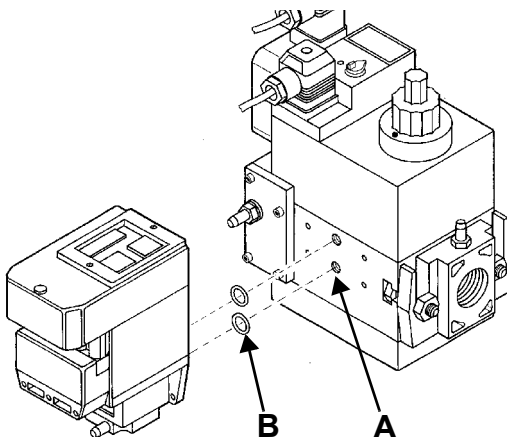
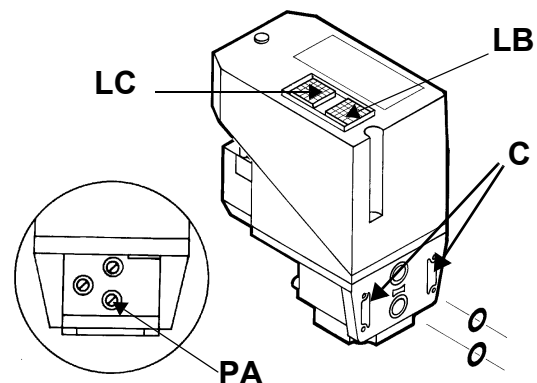

Fig. 8
Fig. 9
2. togliere le viti di chiusura del gruppo Multibloc (Fig. 8-A);
3. inserire gli anellini di tenuta (10,5 x 2,25) nel VPS 504 (Fig. 9-B, Fig. 8-B);
4. avvitare le 4 viti del controllo di tenuta (M4 x 16) Fig. 8-C.
Per effettuare la verifica di funzionamento, inserire un manometro in corrispondenza della presa di pressione **PA** (Fig. 9). Se il ciclo di prova ha esito positivo, dopo alcuni secondi si accende la lampada di consenso **LC** (gialla). In caso contrario si accende il pulsante luminoso **LB** di blocco (rossa). Per ripartire è necessario sbloccare l'apparecchiatura premendo il pulsante **LB**.